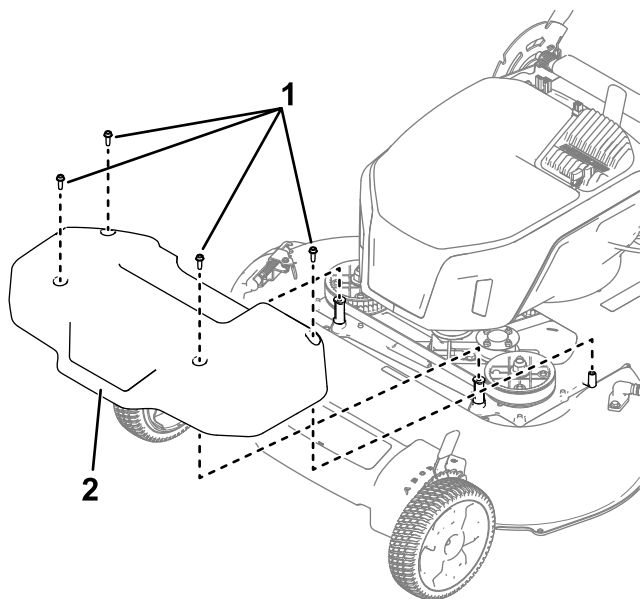

Bild 24
1. Nehmen Sie die Abdeckung des Messerantriebs ab (Bild 24).